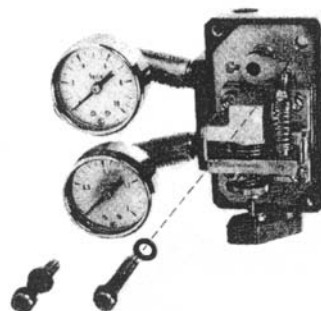

图 4-11
- (3) 用六角扳手 (5mm) 松开内部的两个内六角螺栓 (M6)。现在就可拆下阀门定位器。(参照图 4-11)。